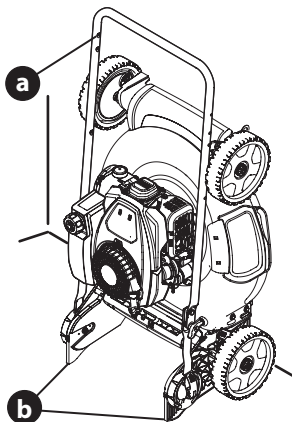

Figure 21
6. Tenez le guidon (a) et relevez la tondeuse pour qu'elle repose sur ses roues arrière et sur les supports du guidon (b) (Figure 21).
2. Pour déplier le guidon, déverrouillez les deux leviers (voir l'encadré de la Figure 21) et suivez les étapes 5 à 8 de la section Guidon rabattable (rangement vertical) on page 39 du chapitre Mise en place.